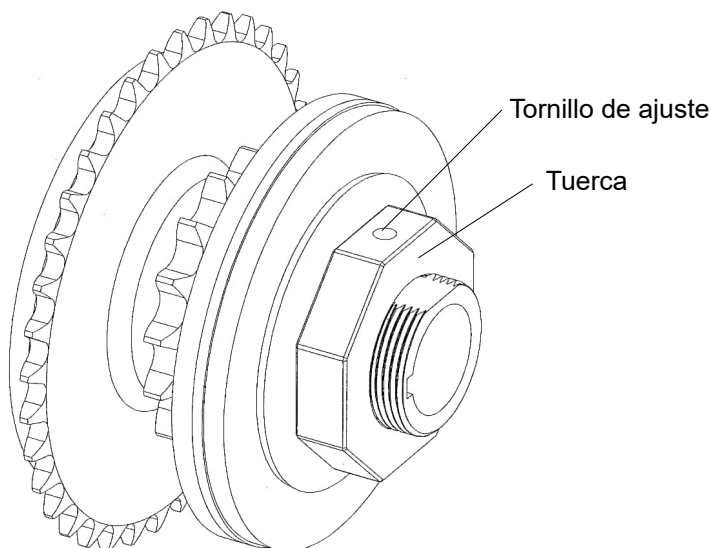

Figura 47 - Ajuste del embrague
1. Aflojar el tornillo de ajuste, consultar la Figura 47.